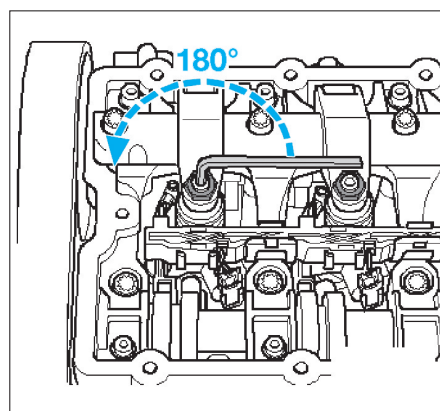

Fig. 50
*Dans cette position, le rouleau du culbuteur se trouve au maximum vers le haut (A) et le palpeur du comparateur se trouve au maximum vers le bas (B), déposer le comparateur.*
• Dans cette position, l'injecteur-pompe se trouve en butée ; desserrer la vis de réglage de 180° depuis le point de butée (Fig.50).